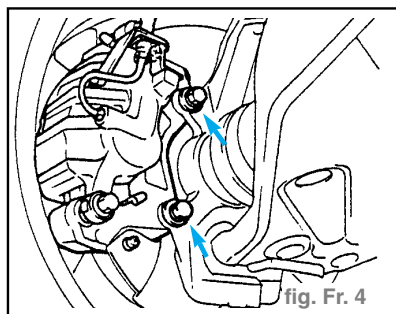

fig. Fr. 4
- Déposer l'étrier après avoir déposé les deux vis de chape, se reporter à l'encadré «Frein avant» (fig. Fr. 4).